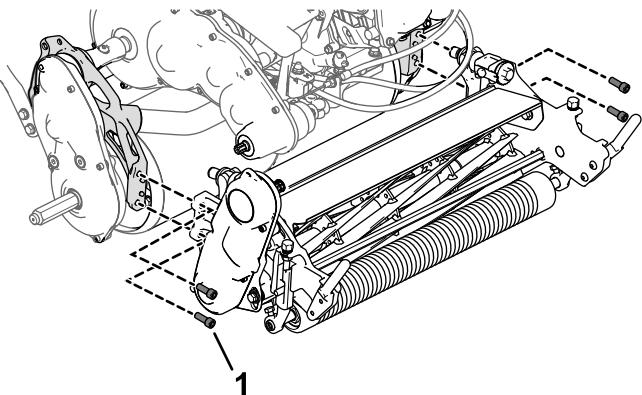

Figure 6
- Fixez l'unité de coupe sur la machine à l'aide de 4 vis à tête à creuse (Figure 6).